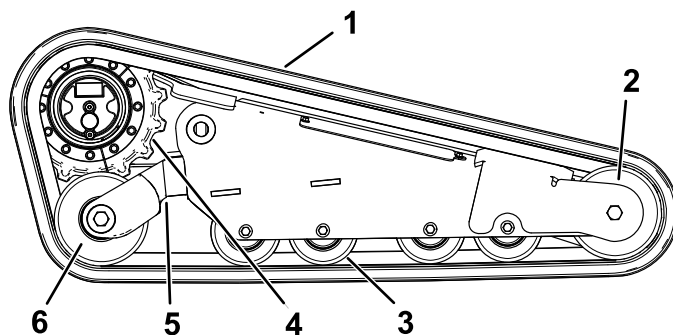

Figure 66
**Important:** Nettoyez soigneusement les galets de roulement, la roue avant et le pignon d'entraînement (Figure 66). Les galets de roulement doivent tourner librement lorsqu'ils sont propres.